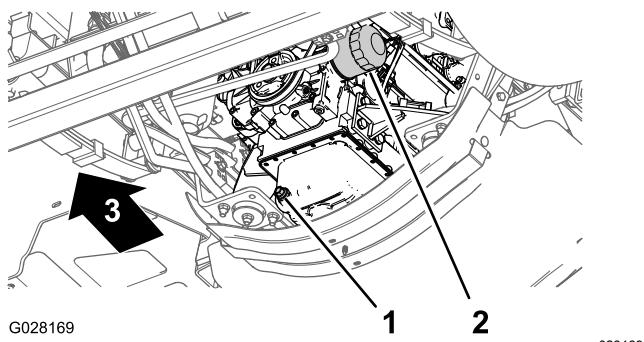

Figura 76
- Coloque un recipiente de drenaje debajo del filtro de aceite del motor (Figura 76).
- Retire el filtro de aceite usado (Figura 76).
- Instale el filtro de aceite en el adaptador de filtro, gire el filtro de aceite en sentido horario hasta que la junta de goma entre en contacto con el adaptador del filtro, luego apriete el filtro media vuelta más (Figura 76).
- Coloque un recipiente debajo del tapón de vaciado (Figura 76).
- Retire el tapón de vaciado (Figura 76) y deje que el aceite se drene completamente.